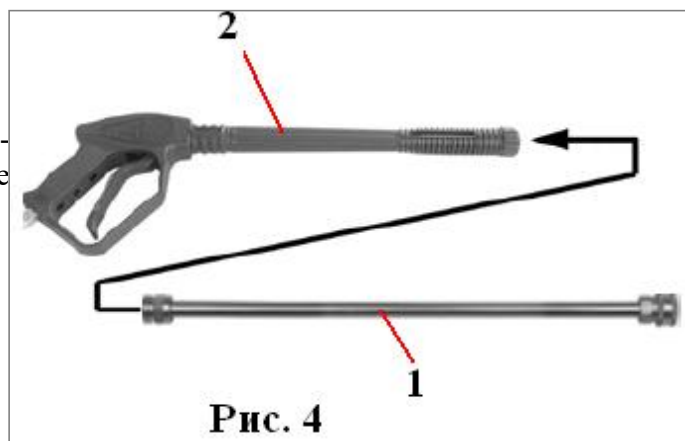

Рис. 4
- 4.1 Закрутите удлинитель 1 к пистолету-распылителю 2 (см. рис.4) по резьбе и хорошо затяните.